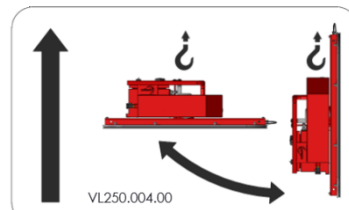
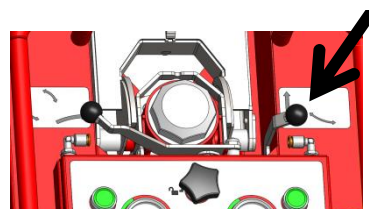

Abbildung: 11
Abbildung: 12
- Betätigen Sie den Hebel „Kippen“ (siehe Abbildung 12) rechts von der Hebeöse mit dem Aufkleber „Kippen“ (siehe Abbildung 11).